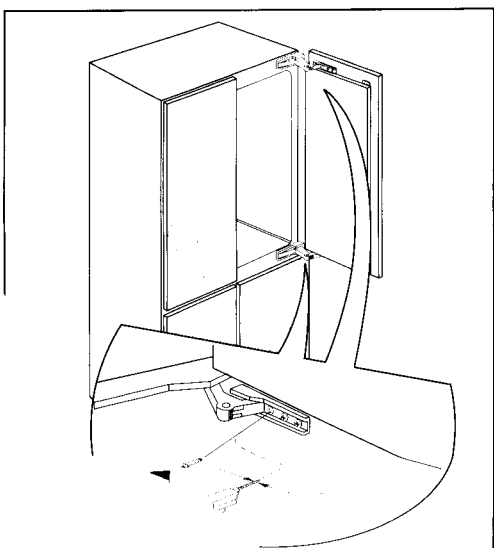

Fig. 8b
- A regolazioni ultimate aprire le porte e forare le antine con una punta da 2,5 mm nel foro della cerniera e fissare con le viti (Fig. 8b).